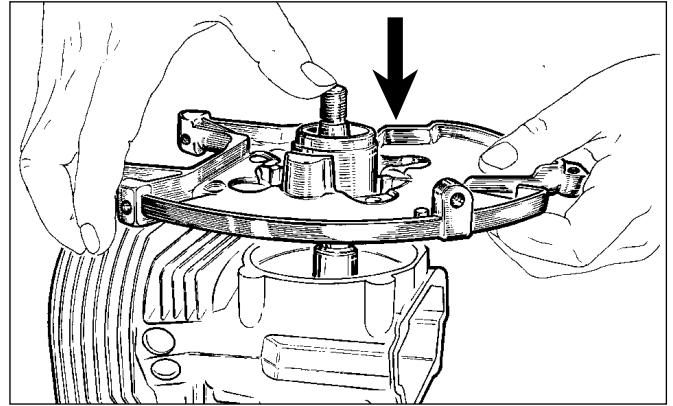

Abb. 22
- Drücken Sie die Anbaugrundplatte mildem Lager auf die Kurbelwelle (Abb. 22).